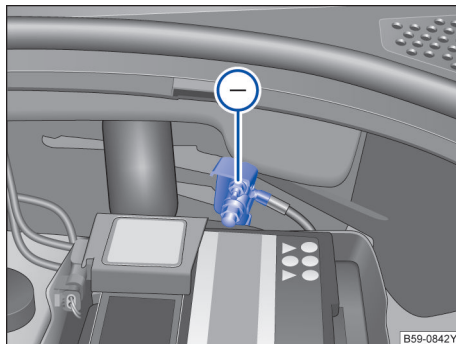

图 192 用于充电器负极连接的接地点
- 将红色电缆的一端连接到亏电蓄电池 (A) 的正极 (+) 上。
- 将红色电缆的另一端连接到供电蓄电池 (B) 的正极 (+) 上。
- 将黑色电缆的一端连接到供电蓄电池 (B) 的负极 (-) 上。
- 将黑色电缆的另一端  连接到亏电蓄电池汽车发动机缸体上的螺栓连接金属部件上或发动机舱内的连接点上→图 192，连接点必须尽可能远离亏电蓄电池 。
在利用外接电源对车辆蓄电池充电时，请勿将充电器的负极接在蓄电池的负极上，必须连接到发动机壳体上或发动机机舱内的接地点处→图 192。